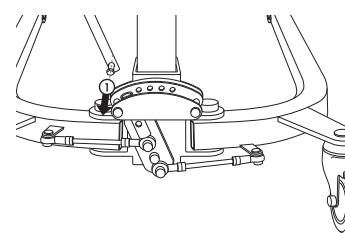

fig. 12
- Retire el tornillo de la palanca [1] [fig. 12].